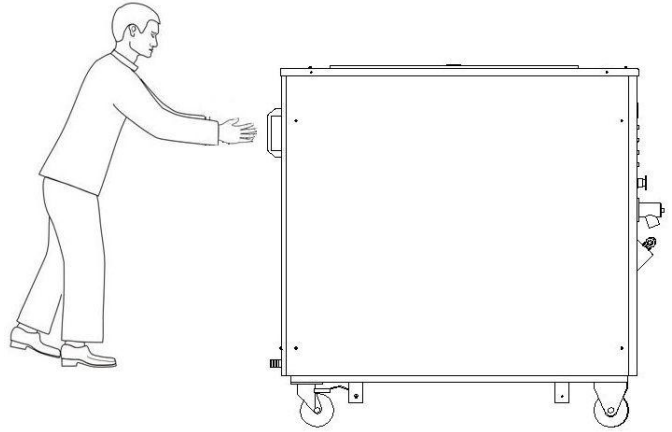

图 6
- 本机可在平坦坚实的地面上推动行走，推动时请放开前脚轮的刹车装置。本机前脚轮为万向轮，后脚轮为固定轮。允许上下坡的最大坡度为 15°。（见图 6）